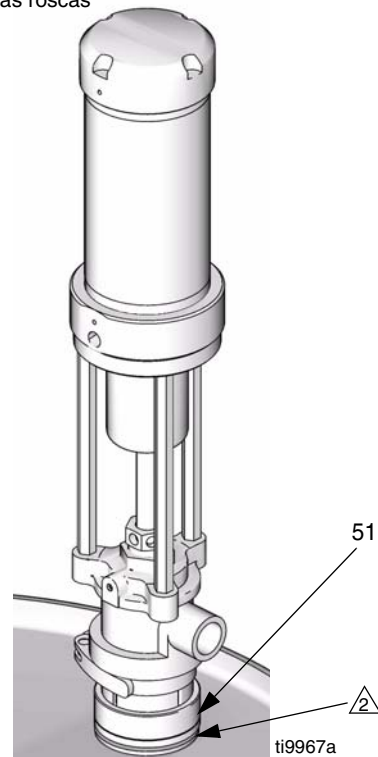

FIG. 7
4. Lubricar el diámetro interno del adaptador del orificio roscado y las roscas de montaje. Comprobar que la junta de estanqueidad está en su sitio y atornille firmemente el adaptador de orificio roscado (51) en el orificio roscado del tambor. Insertar la bomba a través del adaptador y bloquéela en su sitio. Vea FIG. 7.